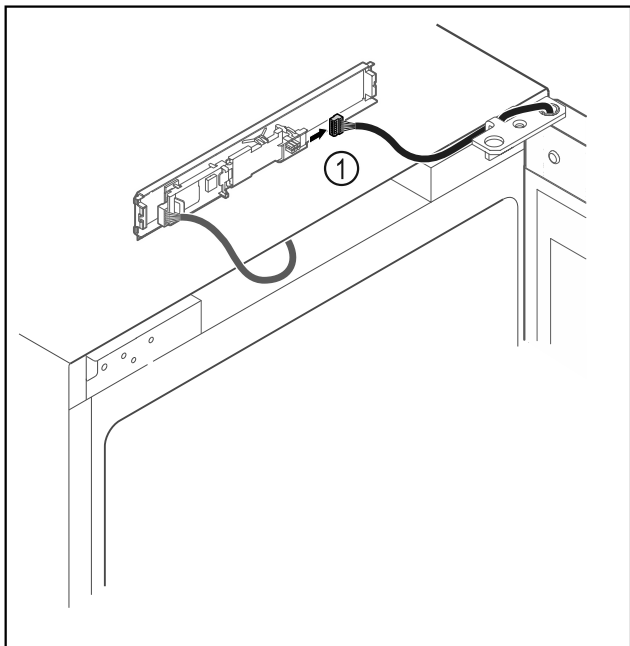

Fig. 13
- Shkëputni spinën Fig. 13 (1) nga qarku.